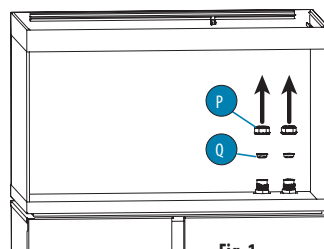

Fig. 1
1. Svitare manualmente il tappo (P) e rimuovere il tappo (Q) dall'apertura (O) (Fig. 1).
1. Svitare manualmente il tappo (P) e rimuovere il tappo (Q) dall'apertura (I) (Fig. 1).